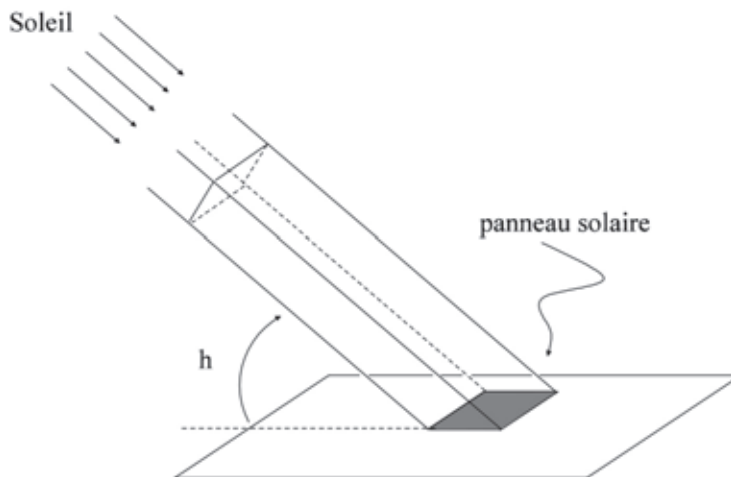

Figure 16. Éclairement d'un panneau solaire horizontal
44.b Sur la Figure 16 est représenté un panneau solaire horizontal, en un lieu de latitude λ , éclairé par le Soleil. Le Soleil émet une puissance totale P_{sol} . Exprimer la puissance reçue par le panneau solaire à midi, en fonction notamment de la hauteur h du Soleil.